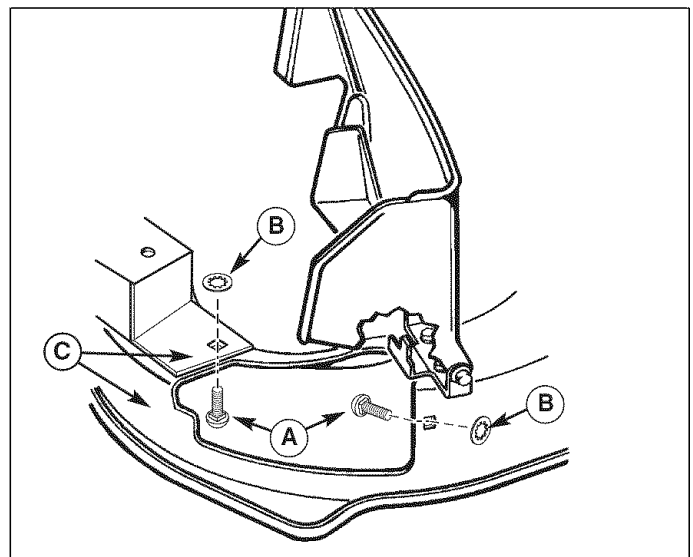

Figura 3. Instale Los Pernos De Carro
2. Asegure los pernos de 5/16-18 x 3/4 carro (A, Figura 3) sobre la cubierta de la cubierta del soporte y del cortacéspedes (C) usando las tuercas de 5/16 empuje (B).